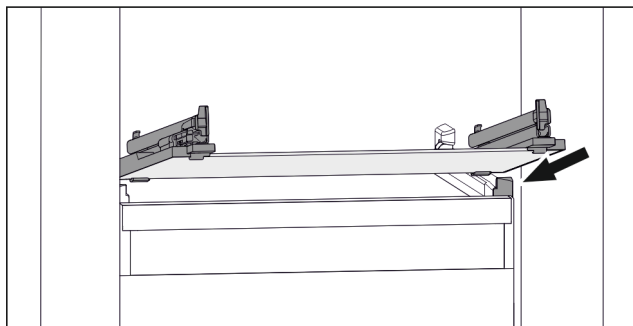

Fig. 122 Exempel på glashylla
- Sätt på glashylla i vinkel bakom stoppklackarna. (se Fig. 122)